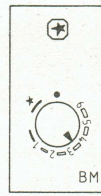

Abb. 4 Betriebsstellung
- Temperaturwählknopf auf gewünschte Raumtemperatur einstellen (Stellung 3-4 entspricht ca. 19-22,5 °C) (Abb. 4).
Der in der Allgasarmatur eingebaute Thermostat regelt automatisch die Raumtemperatur, die mit dem Temperaturwählknopf eingestellt wird. Die Symbole von 1 bis 6 kennzeichnen den Regelbereich des Thermostaten, der sich von ca. 8 °C bis ca. 33 °C erstreckt. Bereits nach kurzer Zeit werden Sie festgestellt haben, welche Einstellung Ihrem Wärmebedürfnis entspricht. Wohnlage und Bauweise des Hauses, die Raumgröße sowie der Wärmeverlust beeinflussen diese. Deshalb können werkseitig nur Richtwerte angegeben werden, die nach unten oder oben abweichen können. Für eine mittlere Raumtemperatur von 19 bis 22,5 °C sollte die Einstellung 3 bis 4 (Abb. 4) des Temperaturwählknopfes zutreffend sein, wobei jeder anderen Zahl eine entsprechend höhere oder niedrigere Temperatur zuzuordnen ist.